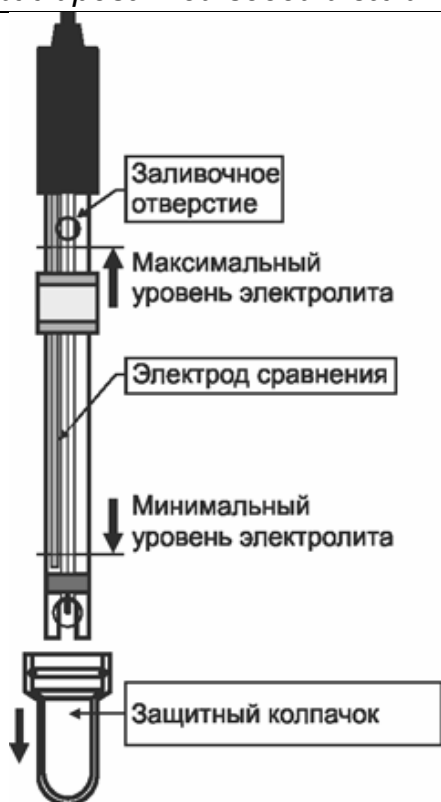
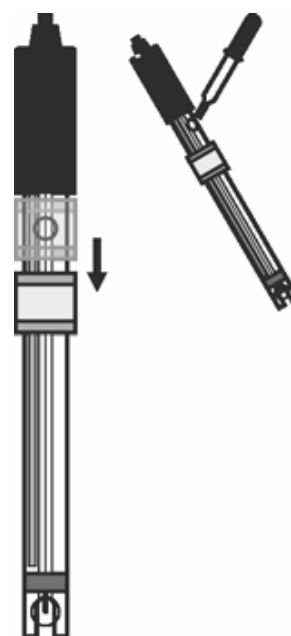

Рис. 1
Рис. 2
4.3 Проверить уровень электролита в электроде, он должен находиться в пределах, показанных на рис. 1. При необходимости в электрод следует долить раствор KCl с концентрацией 3 моль/дм³. Для этого нужно сдвинуть вниз защитный пояс, закрывающий заливочное отверстие и заполнить электрод электролитом до уровня заливочного отверстия (рис. 2).
5.3 Уровень электролита в электроде должен поддерживаться в пределах показанных на рис. 1. При необходимости электролит следует доливать в электрод через заливочное отверстие.